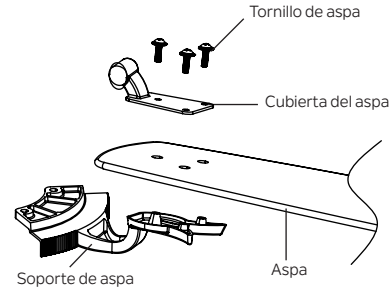

Figura 18
Paso 1. Coloque el asa sobre el soporte con el poste roscado hacia afuera. Asegúrese de que el borde inferior del asa esté completamente asentado contra el soporte. Coloque la cubierta del asa en la parte superior del asa, y ubique los orificios sobre los postes roscados. Apriete con tres tornillos del paquete de accesorios para asegurar el asa al soporte. (Figura 18)